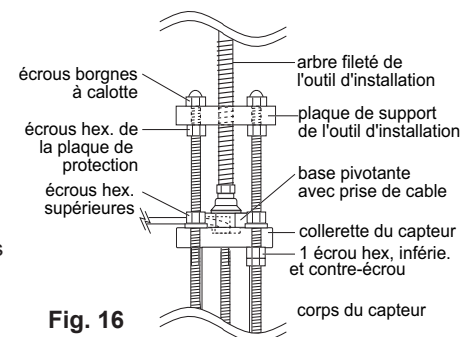

Fig. 16
- E. En portant un masque de protection, tourner l'arbre de l'outil d'installation dans le **sens inverse des aiguilles d'une montre** pour retirer le capteur jusqu'à ce que la collerette du capteur soit en contact avec les écrous hexagonaux supérieurs. (Fig. 16)